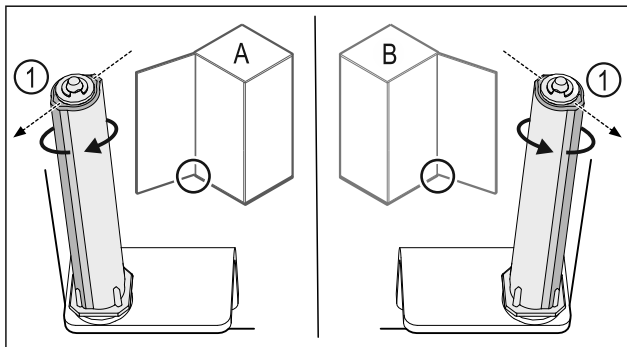

Fig. 46 Отваряне наляво (A) / отваряне надясно (B)
- ▶ Въртете затварящата система срещу съпротивлението, докато ребро на затварящата система Fig. 46 (1) сочи навън.